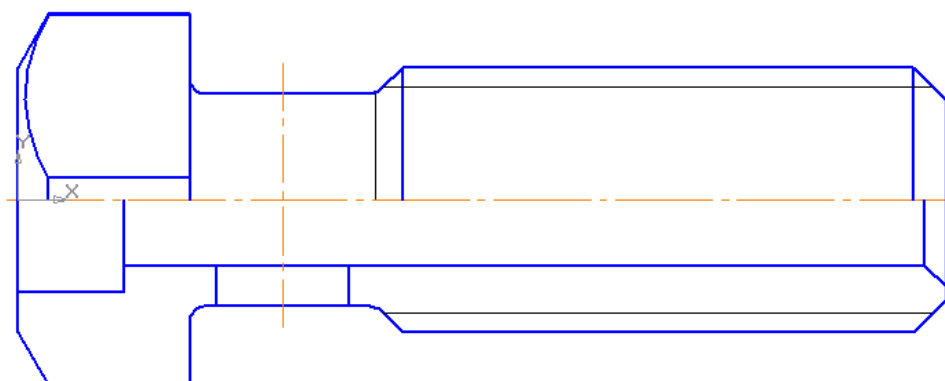

Рис. 90
5. Выполните изображение отверстия  $\varnothing 10$ . Для этого командой **Параллельный отрезок**  стилем «Осевая» на расстоянии 50 мм от правого торца проведите осевую линию, нажмите кнопку **Указать заново**  на Панели специального управления, измените стиль прямой на основную, укажите курсором построенную осевую линию, введите значение расстояния «5» и проведите вертикальные прямые (глобальная привязка «Точка на кривой» должна быть включена), рис. 90.